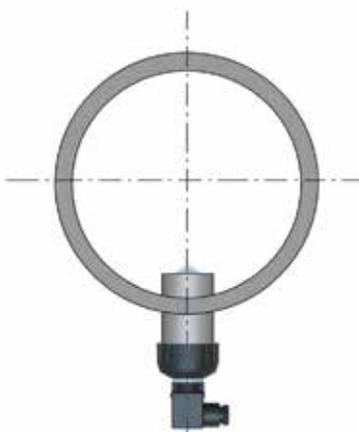
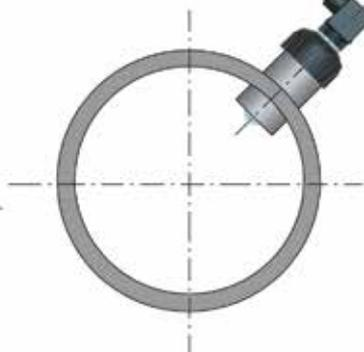

Fig. 1
Fig. 3
- Le tre installazioni mostrate in Fig. 3 devono essere evitate, a meno che non esista la certezza assoluta che il sensore non venga a contatto con bolle d'aria.
In un tubo che corre orizzontale, la posizione di montaggio per ottenere un rendimento ottimale deve formare un angolo di  $45^\circ$  (Fig. 3) per evitare la formazione di bolle d'aria e sedimenti. La posizione verticale (Fig. 2) può essere scelta nel caso in cui non siano presenti bolle d'aria. Non montare il sensore sul fondo del tubo (Fig. 1) se esiste la probabilità di formazione di sedimenti. Non montare i sensori a rotore a  $90^\circ$ , altrimenti l'attrito può inficiare la validità delle misure. Ad eccezione dell'ultima considerazione circa l'installazione a  $90^\circ$ , tutte le precedenti considerazioni sono valide anche per i sensori con misuratore elettromagnetico. Per un orientamento ottimale, installare un tratto verticale del tubo. Per accertarsi che il tubo sia pieno, è preferibile che il flusso sia diretto verso l'alto.